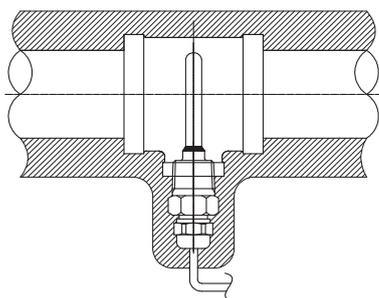

図24 保温施工範囲
- 重要!!** ●感温部の測定誤差を防ぐため、『図24 保温施工範囲』に示すように斜線部を保温してください。